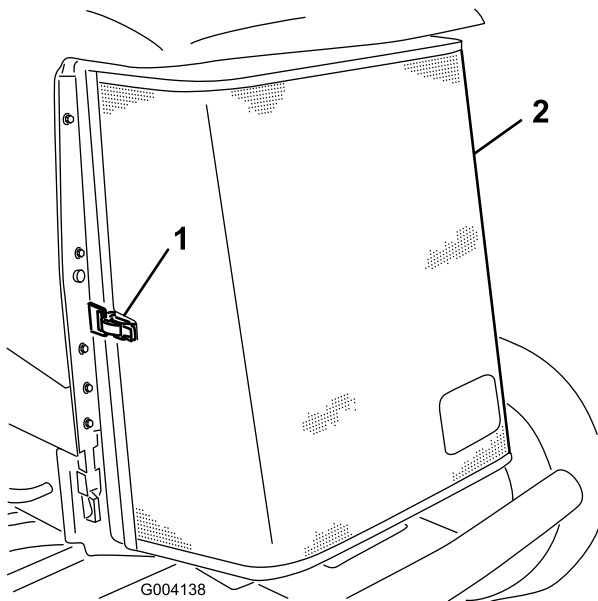

Figura 91
- Desprenda a braçadeira e articule para abrir o painel traseiro (Figura 91).